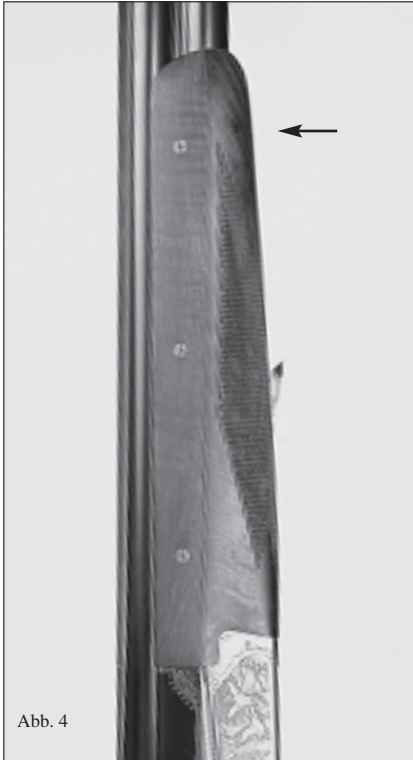

Abb. 4
**Vorderschaft aufsetzen (Abb. 4)**